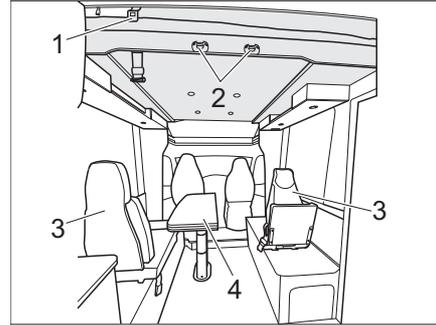

Fig. 160 Lit escamotable électrique (variante 3)
- L'échelle de montée doit être accrochée par les deux étriers aux crampillons (Fig. 160,2) se trouvant sur le lit escamotable.
- Descendre la table rabattable à 2 montants, escamotable (Fig. 160,4) (voir chapitre 7.8.8).
- Démontez et ranger 2 sièges individuels (Fig. 160,3).